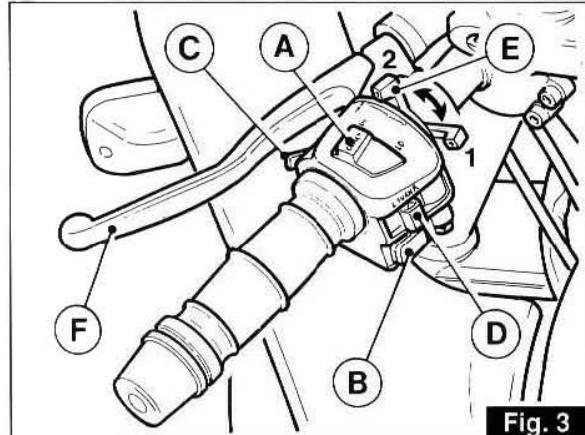

Fig. 3
### 3.2 INTERRUPEURS DE COMMANDE FEUX (fig. 3 et 4)
#### Interrupteur «A» (fig. 3)
Avec l'interrupteur «A» fig. 3 sur la position «H».
### 3.3 BOUTON KLAXON, APPELS DE PHARE ET INTERRUPEUR CLIGNOTANTS (fig. 3)
### 3.4 COMMANDE STARTER «CHOKE» («E» fig. 3)
### 3.5 LEVIER D'EMBRAYAGE («F» fig. 3)
- si le moteur est froid, mettre le starter «CHOKE» «E» sur la position «1» (voir fig. 3);
### 3.2 SCHALTER FÜR BELEUCHTUNG (Abb. 3 und 4)
#### Schalter «A» (Abb. 3)
Mit Schalter «A» Abb. 3 in Stellung «H»:
### 3.3 DRUCKKNOPF FÜR HUPE, PASSING UND SCHALTER FÜR BLINKER (Abb. 3)
### 3.4 STARTHILFSHEBEL «CHOKE» («E» in Abb. 3)
### 3.5 KUPPLUNGSHEBEL («F» in Abb. 3)
- bei kaltem Motor den Hebel «E» «CHOKE» auf Startschaltstellung «1» legen (siehe Abb. 3)